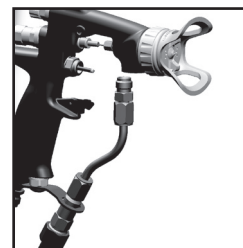

Fig. 26
12. Remettre le tuyau de produit et la gâchette. (Voir fig. 26 et 25)